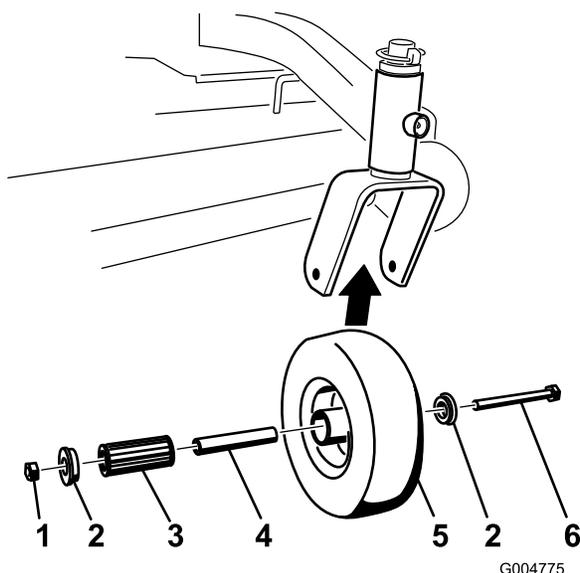

Figura 34
2. Retire un casquillo y tire del casquillo intermedio y del cojinete de rodillos para sacarlos del cubo de la rueda (Figura 34).
3. Retire el otro casquillo del cubo de la rueda y limpie la grasa y la suciedad del cubo de la rueda (Figura 34).
4. Inspeccione el cojinete de rodillos, los casquillos, el casquillo intermedio y el interior del cubo de la rueda para comprobar que no están desgastados; sustituya las piezas defectuosas o desgastadas (Figura 34).
6. Coloque el segundo casquillo en el cubo de la rueda (Figura 34).
8. Apriete la contratuerca hasta que el casquillo intermedio se apoye contra el interior de las horquillas de las ruedas giratorias (Figura 34).
1. Retire la contratuerca y el perno que sujetan la rueda giratoria a la horquilla (Figura 34).